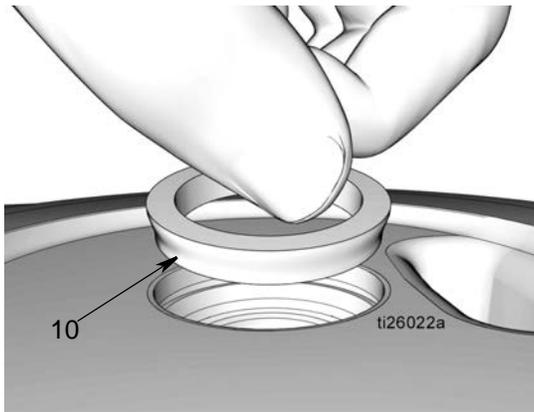

图 36
- i. 安装锥形垫片 (10)，锥形侧朝下，如图 36 所示。